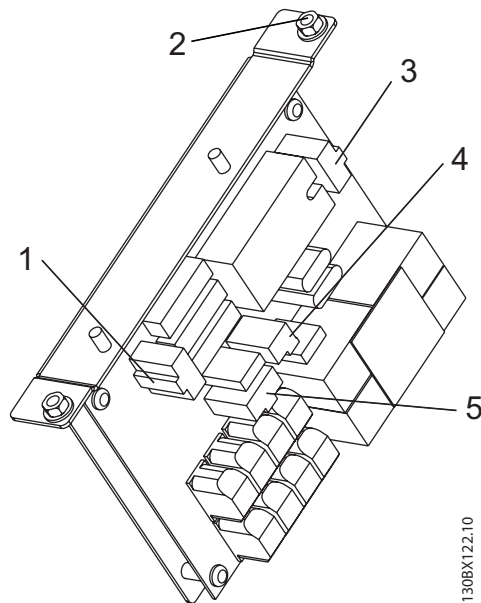

Ilustración 7.3: Conjunto de tarjeta de carga suave
2. El conector MK4 de la tarjeta de carga suave debe ser desconectado. Retire la tarjeta de carga suave lo suficiente para acceder al MK4 (véase la ilustración 7-3), conforme a los pasos 1 a 3 del procedimiento de desmontaje de la tarjeta de carga suave.